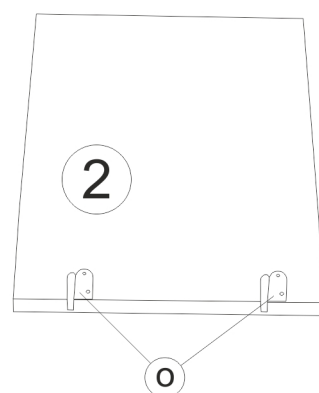

рис.6
12. К верхней вставке (2) стола (она с наколками), присоединяем петли (о) саморезами (к), рис. 6, ориентируясь на наколки.
13. На пол кладем столешницы (1) наколками вверх. Сверху кладем каркас стола. Столешницы (1) крепим к механизму шариковому саморезами (к), ориентируясь на наколки.